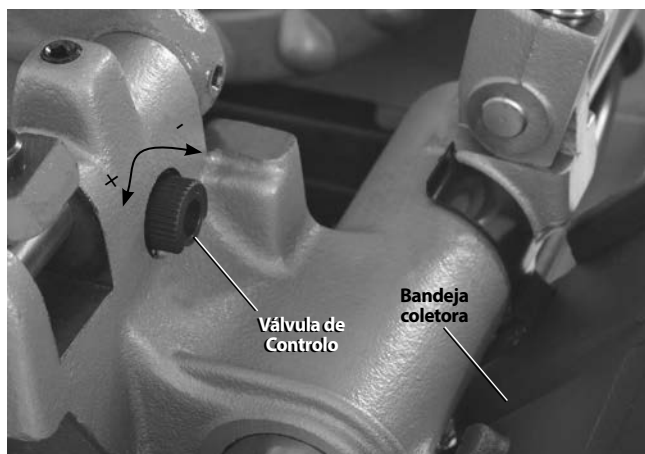

Figura 5 – Ajustar o Fluxo de Óleo
11. Verifique o nível de Óleo de Corte RIDGID. Retire a bandeja de lascas e o revestimento do cárter do óleo; verifique se o conjunto do filtro está completamente imerso no óleo. *Consulte Manutenção do Sistema de Óleo*. Se a máquina estiver equipada com uma bandeja coletora, certifique-se de que está devidamente colocada diretamente por baixo do óleo que pinga da cabeça de roscar para a bandeja de lascas (*consulte a Figura 5*).
- Coloque a cabeça de roscar na posição de utilização. Pressione e mantenha pressionado o interruptor de pedal. Verifique o óleo através da cabeça de roscar. Retire o pé do interruptor de pedal. O fluxo de óleo pode ser ajustado com a válvula de controlo na guia (*Figura 5*). A rotação no sentido horário diminui o fluxo e no sentido anti-horário aumenta o fluxo. Não ajuste enquanto a máquina estiver em funcionamento.